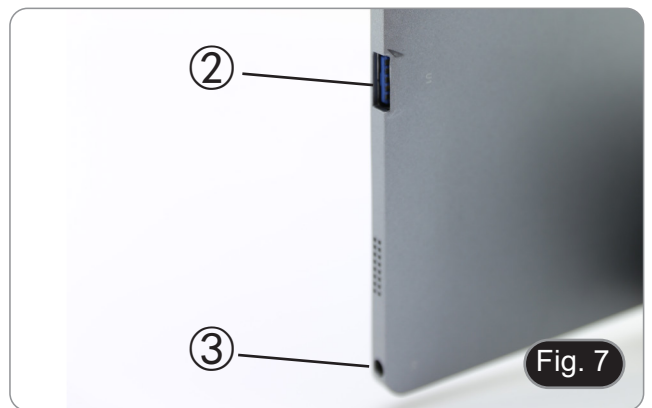

Fig. 7
6. Collegare il cavo di alimentazione al Tablet per ricaricare la batteria usando il connettore ③. (Fig. 7)